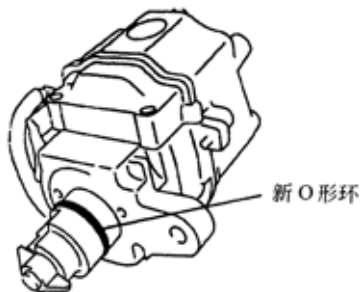
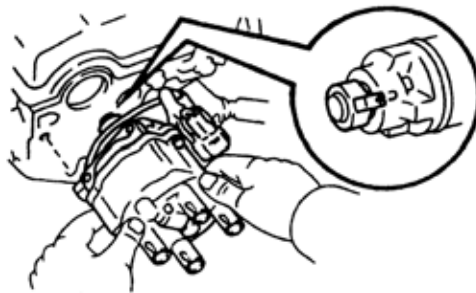

图 9-27
图 9-28
- (1)在分电器外壳上安装新的 O 形圈，如图 9-27 所示。
- (2)在 O 形圈上涂一层薄薄的发动机机油。
- (3)调整联轴节上缺口的位置与外壳上突起的位置对准，如图 9-28 所示。